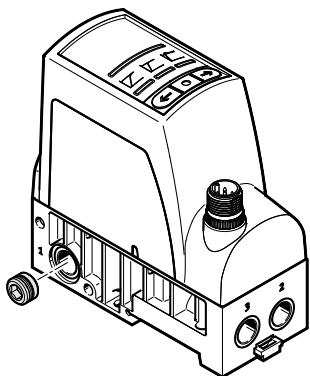

Fig. 5 Revisser le bouchon fileté
1. Visser le bouchon fileté dans le canal (1) du distributeur sélectionné → Fig.5.